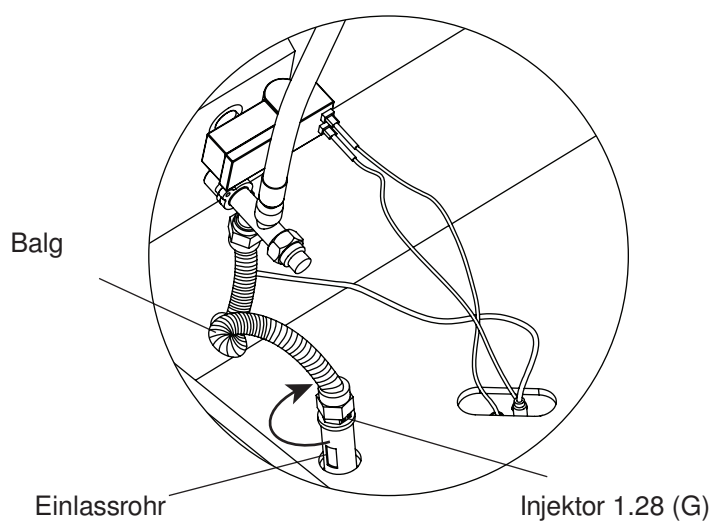

Figure 13
14. Bereiten Sie den neuen Injektor 1.80 (G) vor. Mit einem Schraubenschlüssel den Balg im Uhrzeigersinn mit dem neuen Injektor und dem Einlassrohr verbinden und festziehen (siehe Figure 13).